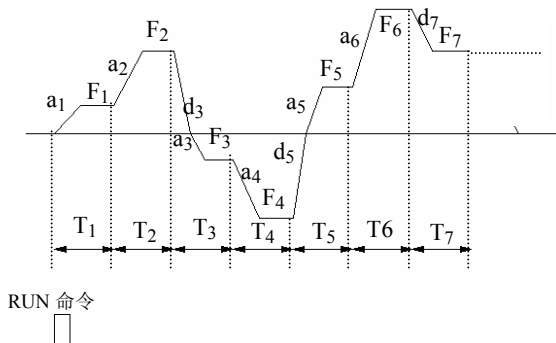

图 6-42 PLC 单循环后保持方式
**2：单循环后保持最终值.**如图 6-42，变频器完成一个循环后自动保持最后一段的运行频率、方向运行，直到有停机命令输入，变频器以设定的减速时间停机。